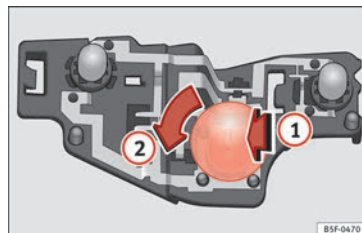

Fig. 120 Emplacement des ampoules sur le porte-ampoule.
- Insérez l'ampoule dans le porte-ampoule en appuyant légèrement »» **fig. 120 (1)**, tournez-la ensuite vers la gauche **(2)** et retirez l'ampoule défectueuse.